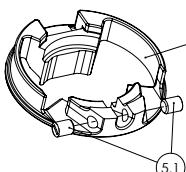

Fig. 11
- 7 / Serra la guaina del freno con le viti in plastica ⑪ (Fig.11).